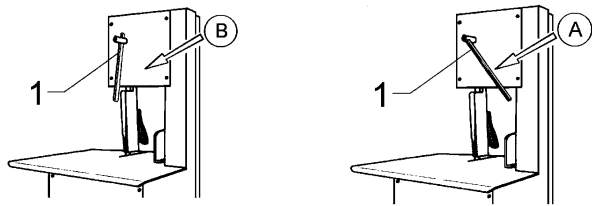
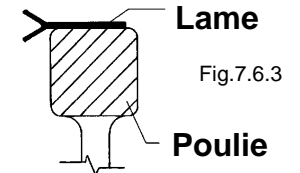

Fig. 7.6.1
Fig.7.6.3
7.6.1 - Réglage de la tension de la lame (Fig. 7.6.1)
Avec le levier sur la position "A" (Fig. 7.6.1) la lame est tendue.
- Tendre la lame en tournant le levier et en le plaçant sur la position "A" (Fig.7.6.1). Vérifier la position de la lame sur les deux poulies: la lame doit poser sur les deux poulies, excepté pour la partie aiguisée qui doit sortir de la poulie (Fig. 7.6.3). Tourner les deux poulies manuellement et vérifier que la position de la lame soit correcte.